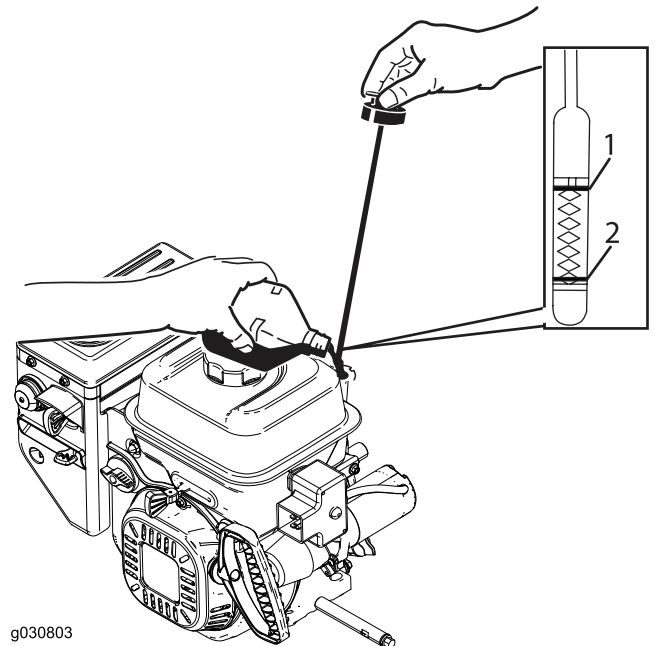

Figure 12
1. Retirez la jauge et versez de l'huile **lentement** dans le goulot de remplissage pour faire monter le niveau de liquide jusqu'au repère maximum (Full) sur la jauge. **Ne remplissez pas excessivement** (Figure 12). Voir Contrôle du niveau d'huile moteur à la section Entretien.